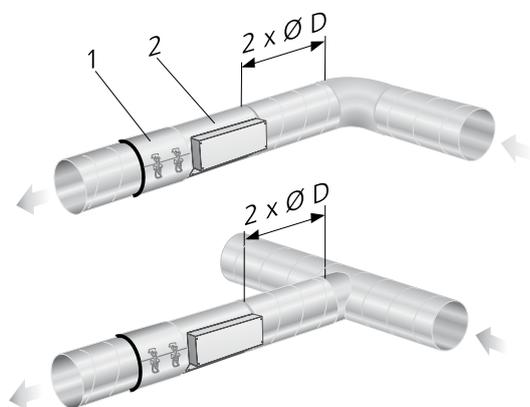

Рис. 6. Прямой участок воздуховода перед ADAPT Damper для разных препятствий
Для корректного монтажа, перед заслонкой требуется прямой участок воздуховода  $\geq 2 \times \varnothing$  после колена или Т-патрубка. Рекомендуется применение быстроразъемной муфты FSR, рис. 6 (1). Упростить подключение TUNE Adapt можно применением LINK Tuneadapt- удлинителя с удаленным разъемом, монтируемых над подвесным потолком.